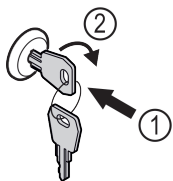

Fig. 152
- Sleutel erin duwen. Fig. 152 (1)
- Sleutel 90° rechtsom draaien. Fig. 152 (2)